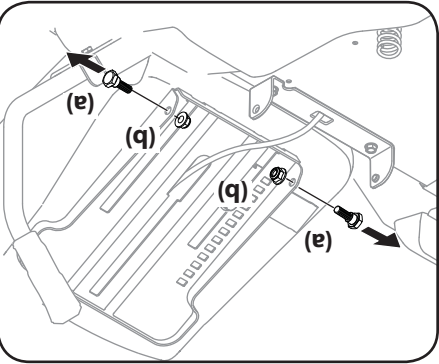

Figure 2-4
2. Enlevez les deux boulons à épaulement (a) et les deux contre-écrous (b) qui se trouvent sur la cuvette du siège, comme à la Figure 2-4.
3. la Figure 2-4.